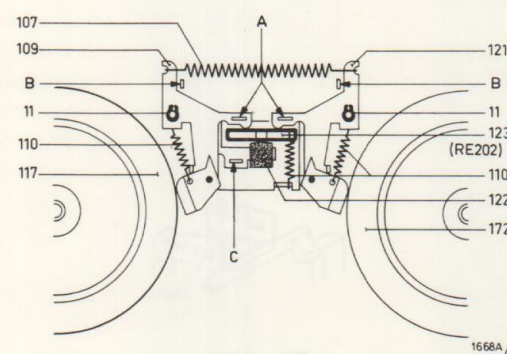

Fig. 10
Instelling van de remmagneet en remmen (Fig. 10,11)
- Bij bekrachtigde magneet moet de afstand tussen de remschoenen aan de beugels 109 en 121 en de spoelschotels 0,6-0,7 mm zijn. Instellen door de lippen A te verbuigen. Zorg ervoor dat de afstand links en rechts gelijk is (Fig. 10).
- Bij omgeklapte remschoenen (ronde kant van de remschoenen tegen de spoelschotels) moet de afstand tussen het magneetanker en de rembeugels (109 en 121) 0,3-0,4 mm zijn. Instellen door lip C te verbuigen (Fig. 10).
Instellen door veer 107 (Fig. 10) in te korten, uit te trekken of te vervangen.